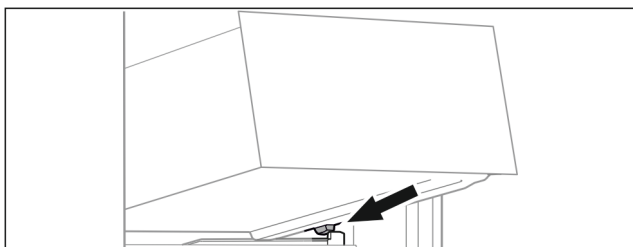

Fig. 189
- Vendosni sirtarin pjerrtas prapa ndaluesve mbi brinjën e kutisë. (shihni Fig. 189)